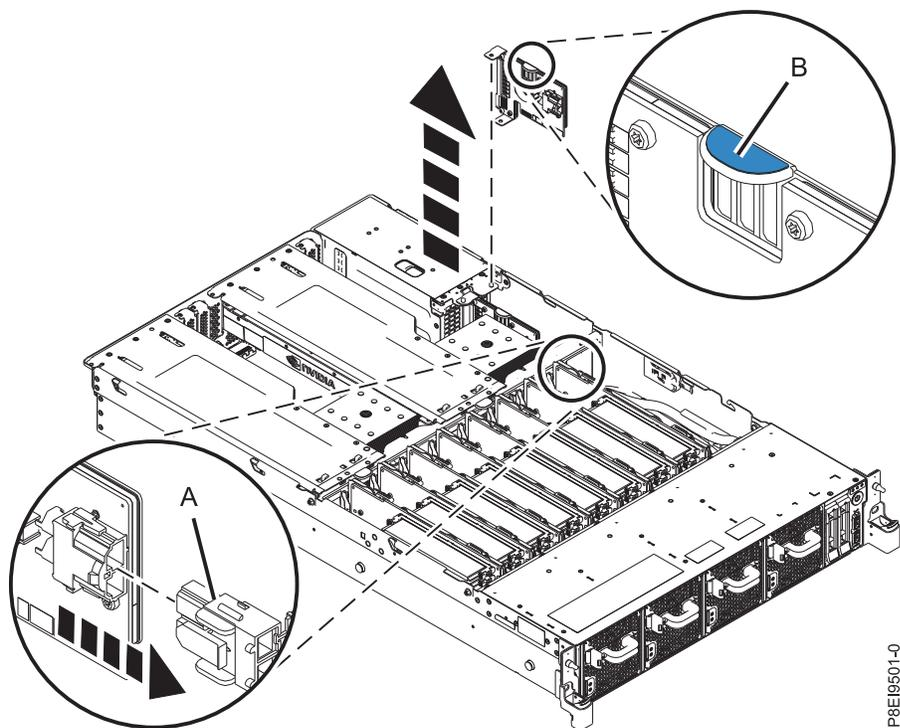

Figura 47. Extracción de una tarjeta de expansión de alimentación del sistema
- a. Si procede, desconecte el cable de alimentación del ventilador de la tarjeta de expansión de alimentación, **(A)** en la Figura 47 en la página 49, presionando la palanca de liberación del mecanismo de cierre con el dedo pulgar.
- b. Tire de la tarjeta de expansión de alimentación para sacarla de la ranura sosteniendo la pestaña azul. Consulte **(B)** en la Figura 47 en la página 49.